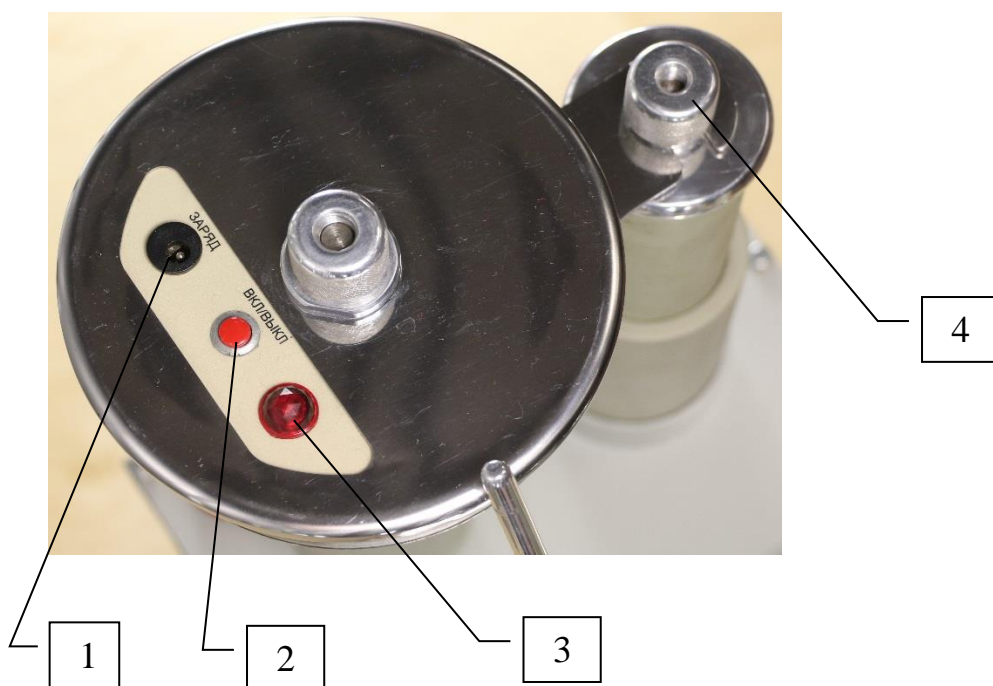

Рис.5. Измеритель тока высокопотенциальный ИТВ.
**6.7. Проверить уровень заряда аккумуляторов ИТВ.** Для этого достаточно включить ИТВ, нажав на кнопку «ВКЛ./ВЫКЛ.» (поз.2, рис. 5). Если при этом
лампочка поз.3, рис.5 будет гореть непрерывно, то напряжение на аккумуляторах более 4,9В и этого достаточно для непрерывной работы в течение 4÷8 часов. Если лампочка мигает редко (примерно 1 раз в секунду), то напряжение на аккумуляторах в пределах 4,9В÷4,64В. Этого напряжения должно хватить на 2÷4 часа непрерывной работы. Если лампочка мигает часто (примерно 2 раза в секунду), то напряжение на аккумуляторах менее 4,64В. В этом случае прибор будет работать менее 2 часов и аккумуляторы необходимо зарядить.
**6.8. Заряд аккумуляторов.** Для заряда аккумуляторов необходимо снять ИТВ с блока БВН. Для этого необходимо ослабить клемму поз. 4, рис. 5. Повернуть измеритель ИТВ против часовой стрелки до упора и поднять. Подключить штекер зарядного устройства к гнезду «ЗАРЯД»(п.1 рис.5) на корпусе ИТВ и включить зарядное устройство в сеть 220В. Если лампочка поз.2, рис.5 мигает, то идет процесс заряда. Если указанная лампочка горит непрерывно, то процесс заряда завершен, а ток заряда ограничен на уровне поддерживающего тока. Этот ток не может «перезарядить» аккумуляторы и безопасен для них.
После заряда аккумуляторов установить ИТВ на БВН. После этого повернуть его по часовой стрелке до упора в виде резьбовой шпильки на корпусе дросселя и зафиксировать это положение затянув клемму поз. 4 рис. 5.
7.2.2 Нажать на кнопку ИТВ «ВКЛ./ВЫКЛ.» (поз.2, рис. 5). Загорится лампочка поз.3, рис. 5.
7.3.3 Нажать на кнопку ИТВ «ВКЛ./ВЫКЛ.» (поз.2, рис. 5). Загорится лампочка поз.3, рис. 5.